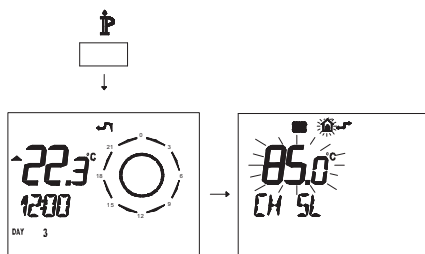

Рисунок 5.37
- Нажмите и удерживайте 3 секунды кнопку  , чтобы войти в режим **INFO** (Рисунок 5.37).